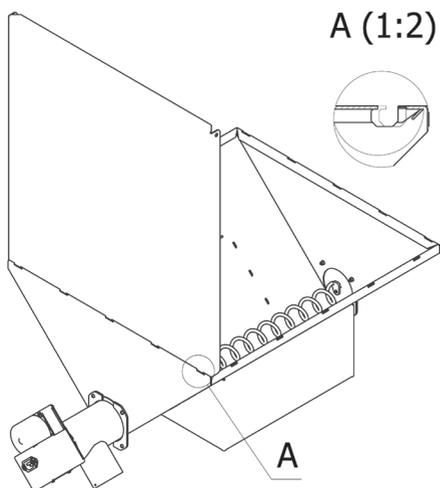

Рис. 18
7. Установите боковую стенку бункера. Для этого вставьте стенку в ответные пазы в основании бункера, сместив до симметричного расположения. Зафиксируйте ее положение плавно отклонив до упора (Рис.18)